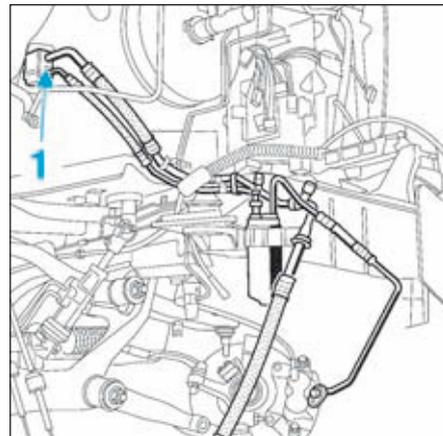

FIG.14
- Dévisser les raccords (1), puis déposer les tuyaux du détendeur (Fig.14).